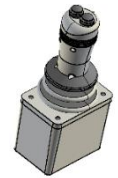

Fig. 3 : Joystick industriel
- La commande du pont roulant se fait par l'opérateur grâce à deux **joysticks industriels** (Fig. 3).